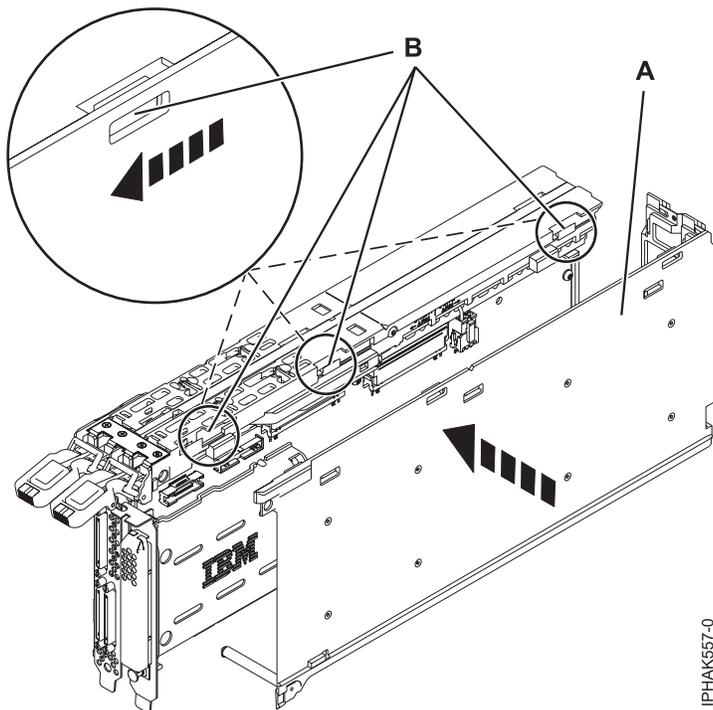

Figure 55. Installation du capot
6. Installez le capot : Voir figure 55.